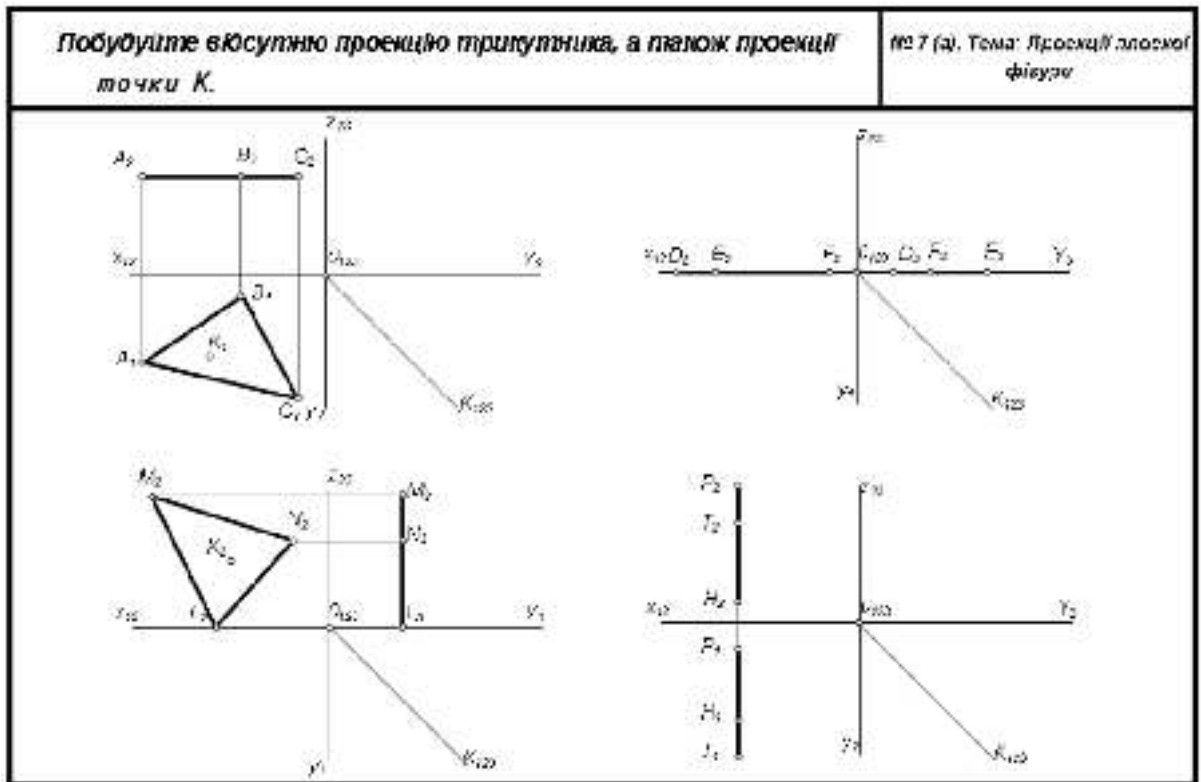

Рис. 8 – завдання № 3 б
2. Далі виконуємо завдання № 3 б див. рис.8.